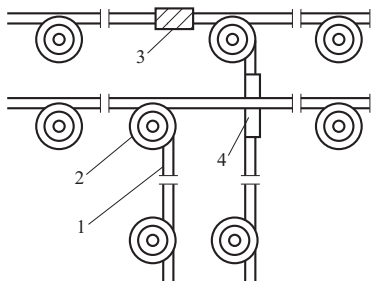
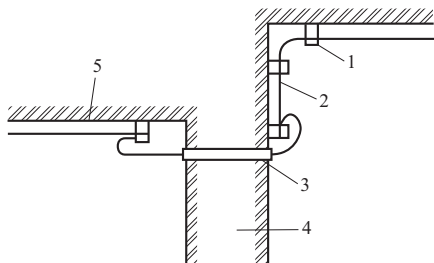

图 2-29 绝缘子配线的分支做法
图 2-30 绝缘子配线穿墙和转角
(4) 导线分支时, 必须在分支点处设置绝缘子, 用以支持导线; 导线互相交叉时, 应在距建筑物附近的导线上套瓷管保护, 如图 2-29 所示。
(5) 平行的两根导线, 应放在两绝缘子的同一侧或两绝缘子的外侧, 不能放在两绝缘子的内侧。
(6) 绝缘子沿墙壁垂直排列敷设时, 导线弛度不得大于 5mm; 沿屋架或水平支架敷设时, 导线弛度不得大于 10mm。
(7) 在隐蔽的吊棚内, 不允许用绝缘子配线。导线穿墙和在不同平面的转角安装, 可参照图 2-30 的做法进行。